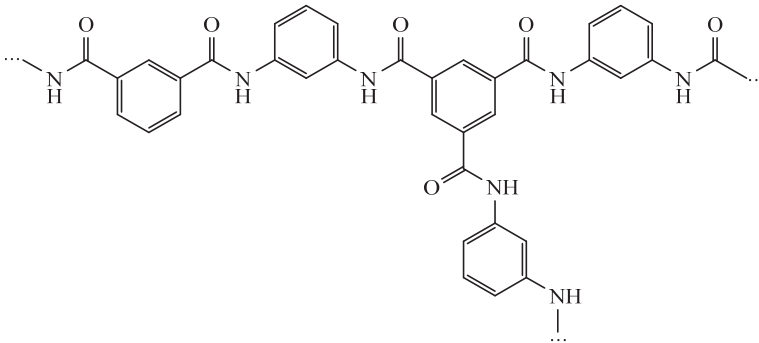

Abb. 6: Ausschnitt aus einem Aramid-Molekül
- 4 Leiten Sie den Typ der Polyreaktion sowie die für die Synthese des angegebenen Aramids (Abb. 6) notwendigen Monomere ab. Vergleichen Sie den Molekülbau und die thermischen Eigenschaften ausgehend vom Struktur-Eigenschafts-Prinzip der beiden Kunststoffe. (M 2) 7